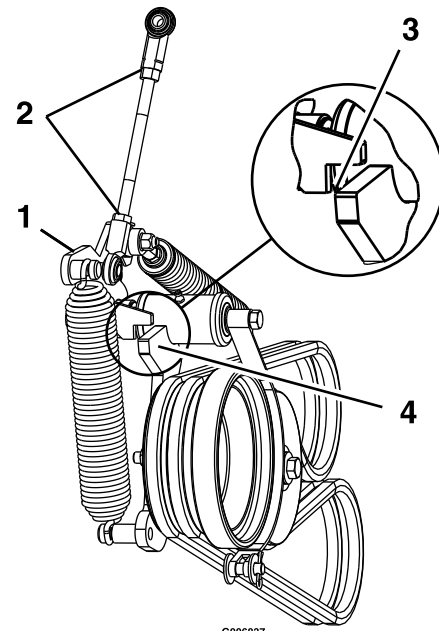

Figure 61
12. Desserrez les écrous de blocage et réglez la tringlerie jusqu'à ce que le haut du bras de la poulie de tension soit aligné sur le bas du cran du bras de tension, comme montré à la Figure 61.